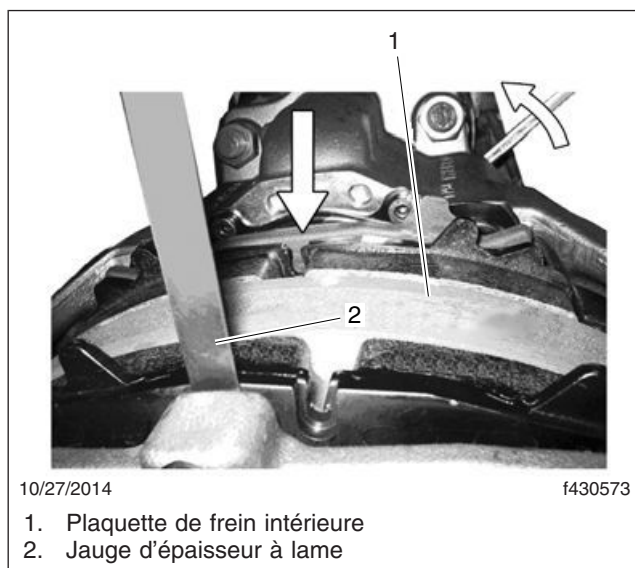

Fig. 8, Réglage du jeu
- 22.5 Utilisez une jauge d'épaisseur de 1,2 mm (0,047 pouce) pour ajuster l'espace. Voir la flèche sur la **figure 8**. Insérez la jauge d'épaisseur entre la plaquette de frein du côté de la jante et l'étrier de frein.